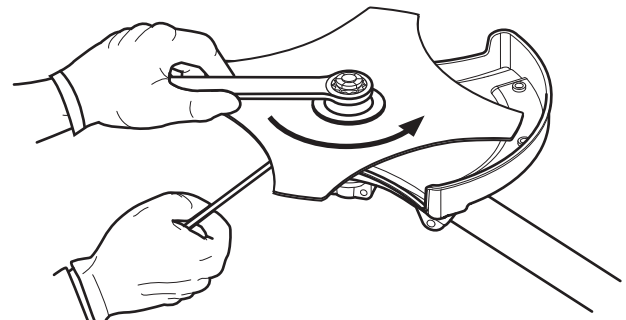

Fig. 30
7. Ajuste la tuerca en sentido contrario a las agujas del reloj con una llave de tuercas (Fig. 30):